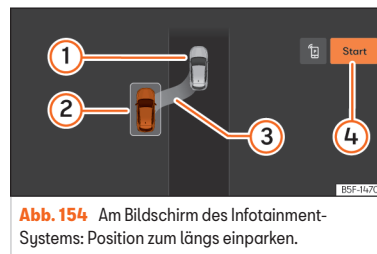
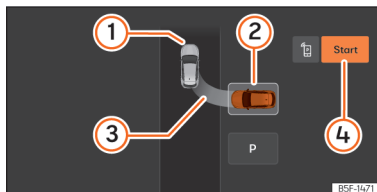

Abb. 154 Am Bildschirm des Infotainment-Systems: Position zum längs einparken.
Abb. 155 Im Bildschirm des Infotainment-Systems: Position zum quer einparken.
- ① Eigenes Fahrzeug
- ② Erkannte Parklücke
- ③ Anzeige des vorgeschlagenen Einparkzugs
- ④ Einparkmanöver einleiten
- Prüfen Sie anhand der Anzeige im Bildschirm des Kombi-Instruments, ob die Parklücke als „geeignet“ erkannt wurde und ob die korrekte Position zum Einparken >>> (Abb. 154), >>> (Abb. 155) erreicht wurde. Die Parklücke wird als „geeignet“ betrachtet, wenn auf dem Bildschirm des Kombi-Instruments die Anzeige zum Einparken erscheint ③.